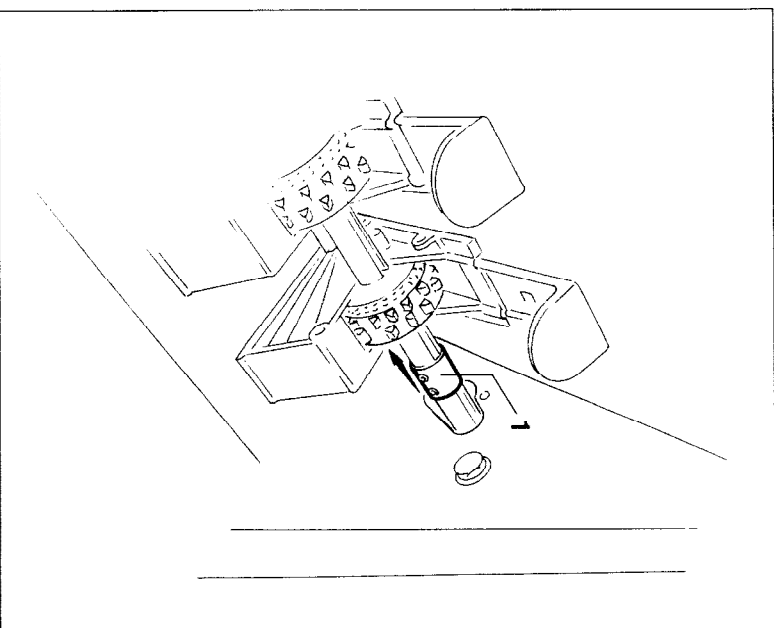

Fig. 7.23
- L'arbre de distribution est connecté à l'arbre du boîtier sélecteur par des manchons (fig. 7.23/1) . Desserrez les vis 6 pans et faites coulisser les manchons (fig. 7.23/1) le long de l'arbre de distribution. Sur les semoirs conçus pour les grandes largeurs de travail, les arbres de distribution sont tronçonnés et reliés entre eux, de même manière, au moyen de manchons (fig. 7.23/1). Desserrez les manchons correspondants puis déplacez les selon besoin.
- Connectez l'arbre de distribution à l'aide de manchons (fig. 7.23/1) et bloquez avec les vis 6 pans.